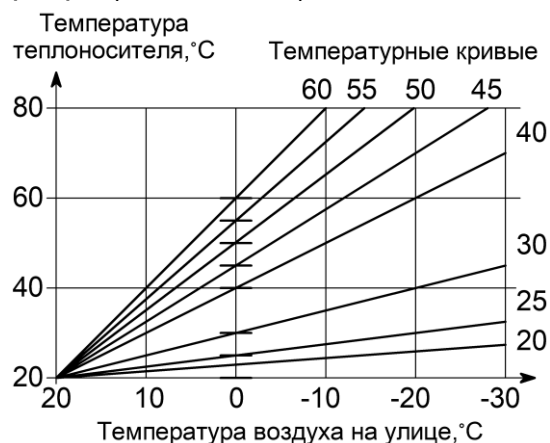
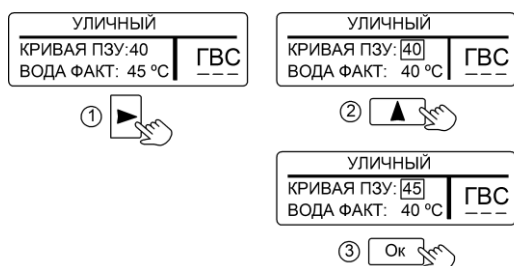

Рисунок 9. Зависимость температуры теплоносителя от температуры воздуха на улице
Рисунок 10. Настройка кривой ПЗУ
10.4 «УЛИЧНЫЙ» – режим поддержания температуры теплоносителя в зависимости от температуры воздуха на улице по одной из погодозависимых кривых (см. рис. 9). Датчик температуры воздуха (проводной или радиодатчик) устанавливается на улице. При отсутствии датчика температуры, возможна работа от данных получаемых с метеосервера (см. п. 11.1.8).
Для изменения заводской настройки нужно в соответствии с рис. 9 выбрать ту кривую, при которой в помещении станет комфортно. Если в помещении холодно - следует выбрать кривую с большим номиналом, если жарко - с меньшим. Чем больше величина теплотопотерь здания, тем выше номер кривой. Изменение значения кривой ПЗУ показано на рис. 10.